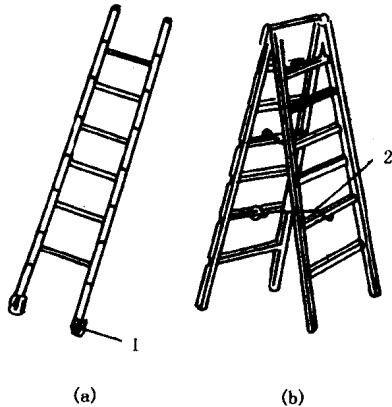
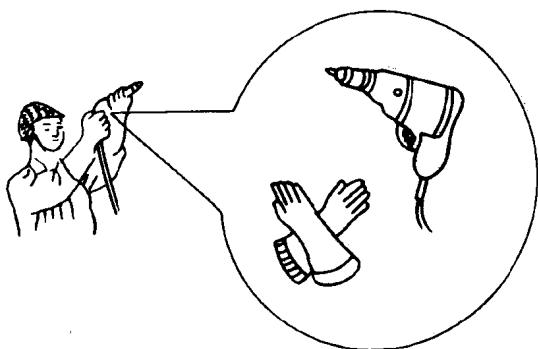

图 1-2 必须加防滑装置
图 1-3 使用电钻时必须戴绝缘手套
(1) 使用梯子时应采取防滑装置，如图 1-2 所示。
(2) 使用电钻、行灯等移动电具的绝缘电阻应大于  $2M\Omega$ ，引线和插头都应完整无损。引线必须采用三芯（单相电具）、四芯（三相电具）坚韧橡皮线或塑料护套软线，截面至少为  $0.5mm^2$ ；引线不得有接头，不宜过长，一般不超过 5m。
(3) 使用电钻前应先检查电源引线、插座是否完好无损，外壳是否漏电。使用电钻时，除 36V 以下安全电压外，都必须戴绝缘手套，如图 1-3 所示。